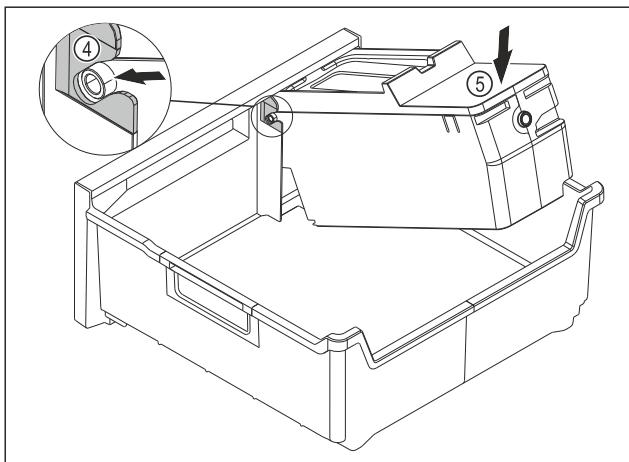

Fig. 246
- ▶ EasyTwist-Ice-corpus monteren: Assen van de EasyTwist-Ice-corpus in de geleidingen Fig. 246 (4) schuiven.
- ▶ EasyTwist-Ice-corpus Fig. 246 (5) achter omlaag drukken.